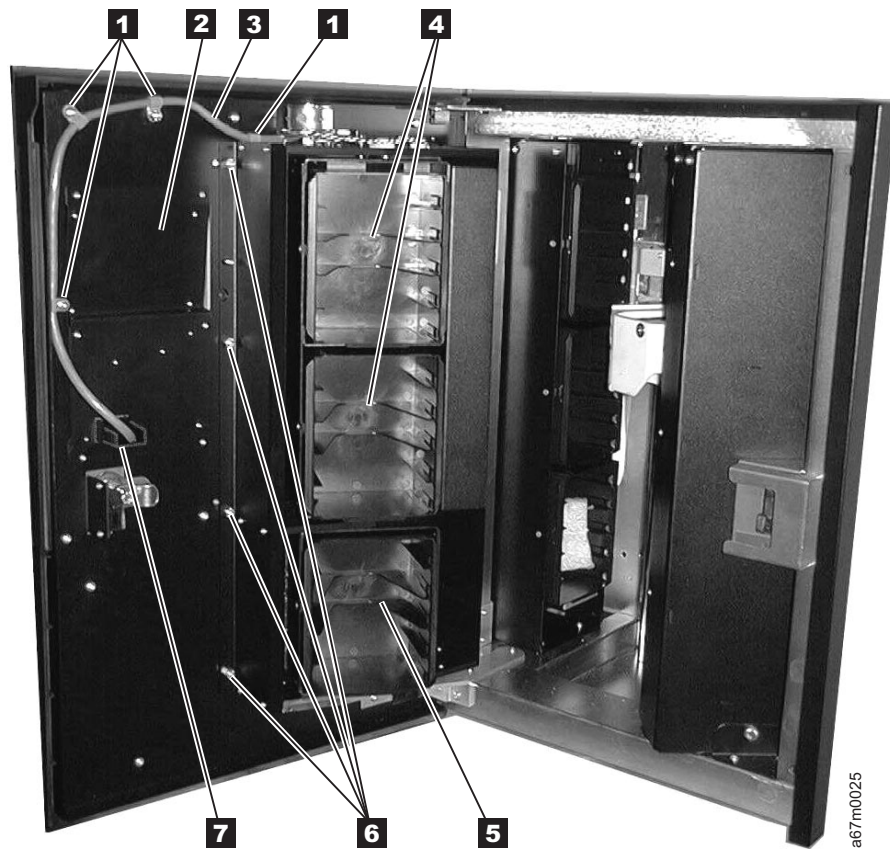

Abbildung 31. E/A-Station für 12 Fächer installieren
5. Entfernen Sie die vier Kabelklemmen (siehe **1** in Abb. 31 auf Seite 47) der E/A-Station. Drei der Kabelklemmen werden mit einer T20-Torx-Schraube an der Tür befestigt, während eine der Kabelklemmen mit einer 11/32-Zoll-Mutter befestigt wird.